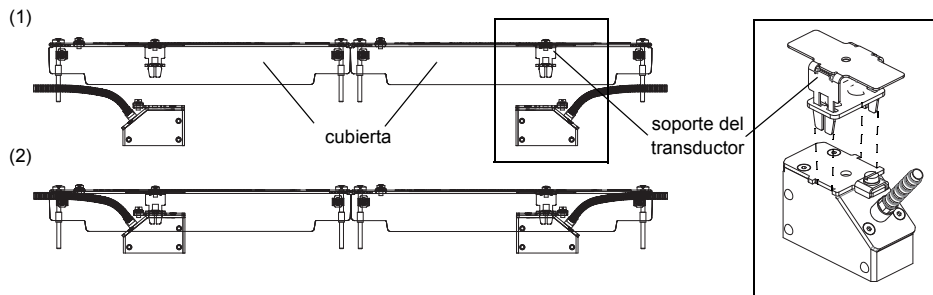

Fig. 9.27: Transductores en la cubierta
- Presionar los transductores fuertemente sobre el soporte del transductor en las cubiertas hasta que los transductores engatillen y estén firmemente fijados en la cubierta (un transductor en cada cubierta). Los cables de los transductores muestran en direcciones opuestas (véase Fig. 9.27).